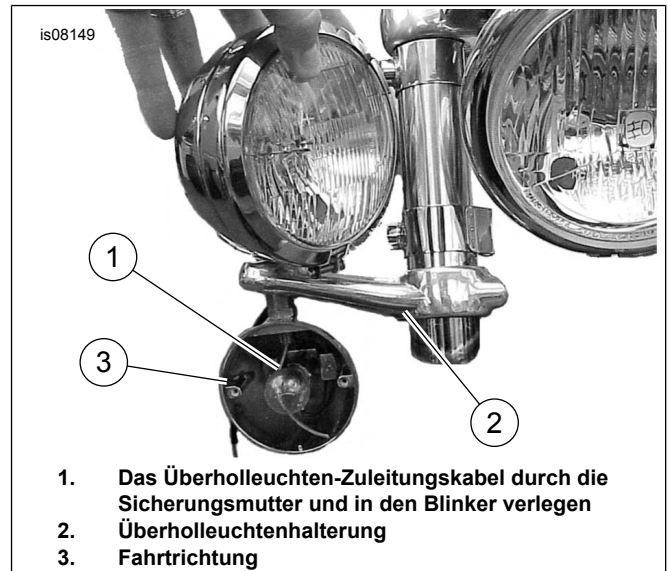

Abbildung 5. Überholleuchte an Blinker einbauen
14. Siehe Abbildung 5. Das Überholleuchten-Zuleitungskabel durch die neue Sicherungsmutter und in den Blinker verlegen. Überholleuchte auf Blinker einschrauben. Die Überholleuchtenhalterung muss evtl. gelöst werden, um die Leuchte vorwärts zu kippen, um Abstand zum Drehen zu gewinnen.
18. Siehe Abbildung 5. Das Überholleuchten-Zuleitungskabel durch die neue Sicherungsmutter und in den Blinker verlegen. Überholleuchte am Blinker einschrauben. Die Überholleuchtenhalterung muss evtl. gelöst werden, um die Leuchte vorwärts zu kippen, um Abstand zum Drehen zu gewinnen.